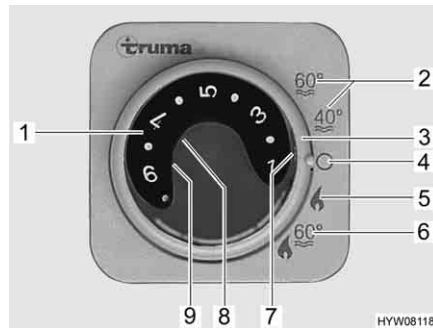

Fig. 158 Unidad de mando para la calefacción/caldera
- Ajustar el modo de funcionamiento con el interruptor giratorio (Fig. 158,3).
Según la temperatura ambiente deseada, la calefacción selecciona automáticamente la potencia de quemador necesaria. Cuando se alcanza la temperatura ambiente deseada se desconecta el quemador. En el modo de funcionamiento "calefacción y caldera" (Fig. 158,6), se calienta también el agua de la caldera. En el modo "calefacción sin caldera" (Fig. 158,5), la calefacción puede funcionar con la caldera vacía.
- Girar el botón giratorio de temperatura (Fig. 158,1) de la unidad de mando al nivel deseado.
- Situar el interruptor giratorio (Fig. 158,3) en el modo invierno "calefacción sin caldera" (Fig. 158,5) o en modo invierno "calefacción y caldera" (Fig. 158,6).
La luz de control verde (Fig. 158,7) se enciende.
- Ajustar el interruptor giratorio (Fig. 158,3) en "O" (Fig. 158,4).
La combinación de los funcionamientos a gas y con electricidad a 230 V acorta el tiempo de calentamiento (esto solo es posible si en la unidad de mando (Fig. 158) la calefacción se encuentra ajustada en modo de invierno).